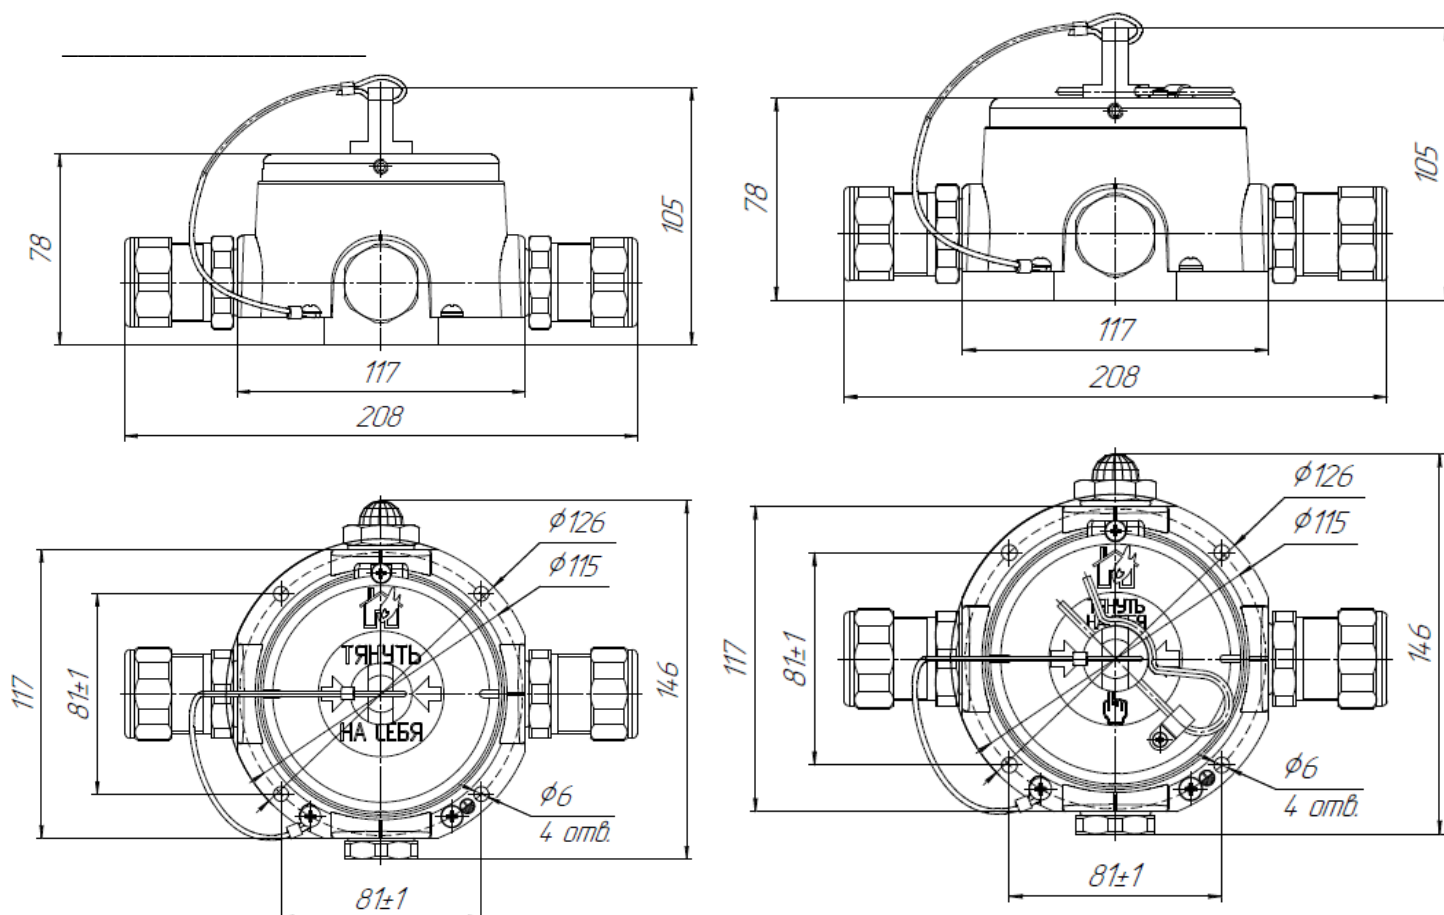

Рис.2. Габаритные размеры извещателя
3.8 Габаритные размеры – Рис.2; масса извещателя – не более 2.1 кг;